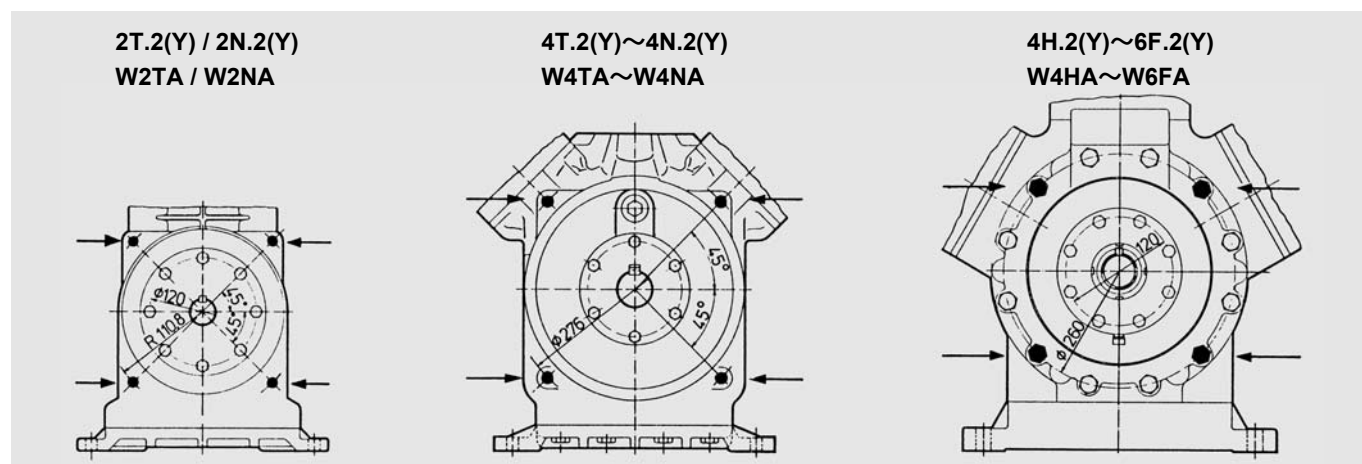

図 5 カップリングハウジングの固定位置
2) カップリングハウジングを圧縮機に固定します（図 5 参照）
圧縮機から六角ねじを取り外します。（図 5 参照）